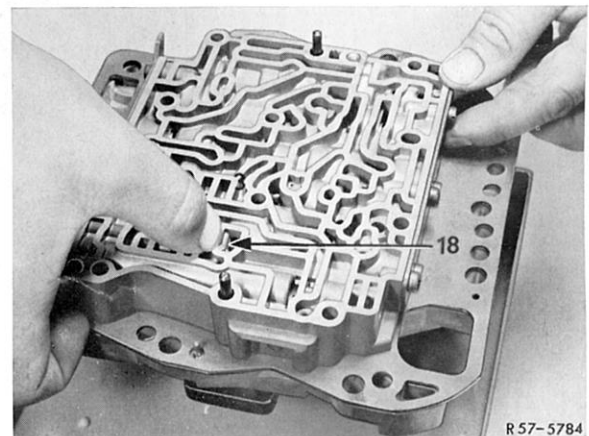

Bild 27-8/10
18 Unterteil (3) auf die Ölverteilerplatte auflegen und Ventilschaft loslassen; das Ventil muß hörbar auf das Zwischenblech aufschlagen (Bild 27-8/10).